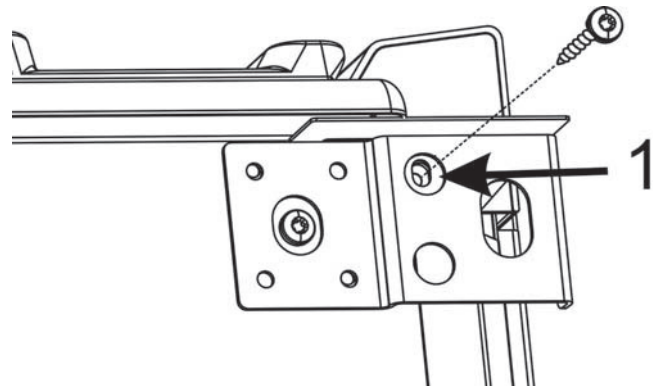

Figura 5: Colocación del tornillo
7. Introduzca el tornillo (guardado o del kit) en el orificio 1 y ajústelo ligeramente (consulte la Figura 5: Colocación del tornillo).